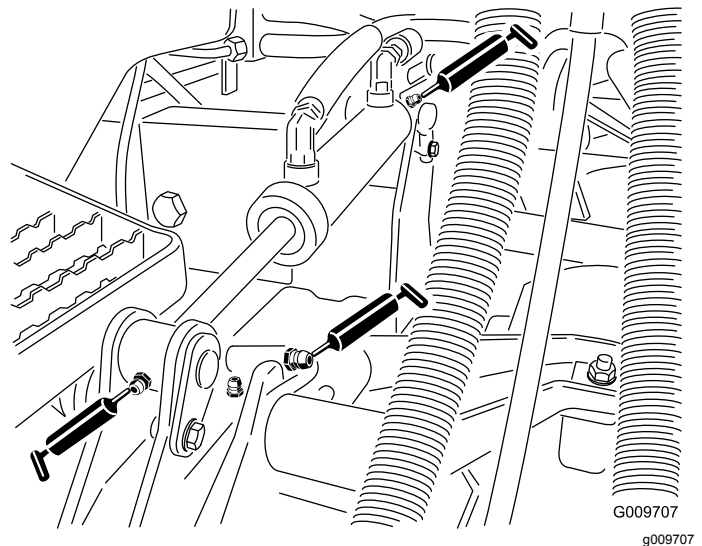

Bild 61
- Hubarmbüchsen (1 pro Mähwerk), wie in Bild 61 abgebildet
- Hubzylinder-Büchsen (2 pro Mähwerk), wie in Bild 61 abgebildet